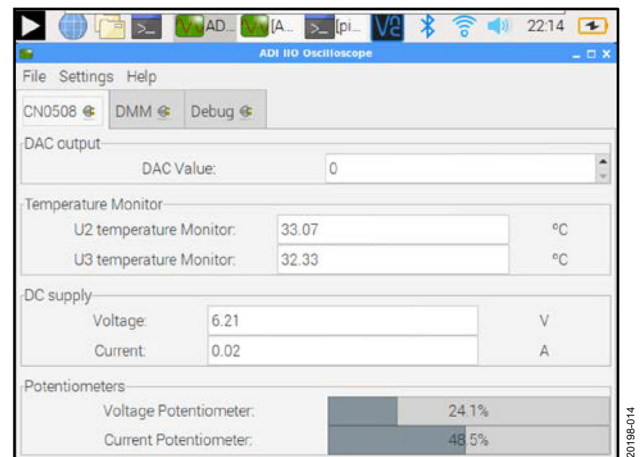

図 13. IIO オシロスコープ・プラグイン・インターフェース
4. 起動するとすぐに、IIO オシロスコープが自動的に動作し、図 13 に示すように、CN-0508 プラグイン・コントロール・パネルが表示されます。